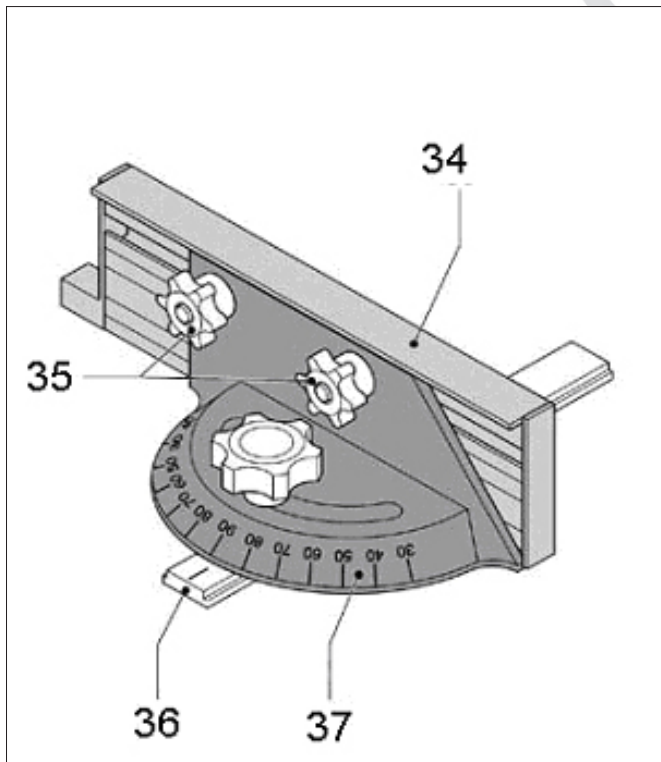

Abbildung 9
Schieben Sie den Gehrungsansschlag (11) in eine der Schienen am Arbeitstische ein. Die Anschlagsschiene (34) muss so eingestellt werden, dass sie das Sägeblatt gerade nicht berührt. Ziehen Sie die Anschlagsschiene wie in Abbildung 9 gezeigt mithilfe der Schrauben (35) fest.